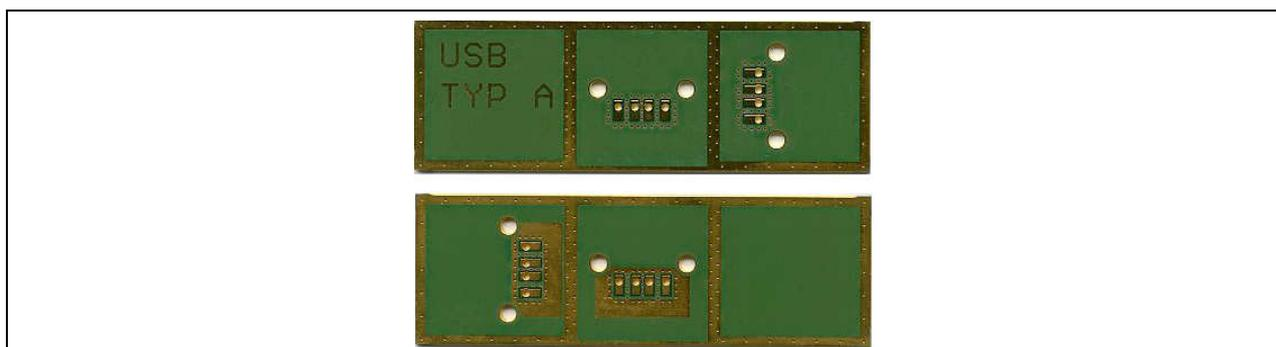

Bild 16 Beispiel-Leiterkarte für Steckverbinder USB Typ A, Bauform SMB und THT
Hinweise zur Erstellung der Testleiterkarte (**Bild 16**)
- Top- und Bottomlayer werden mit geschlossenen Masseflächen aufgefüllt (**Bild 16**)